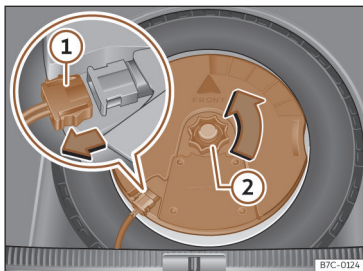

Fig. 206 Dans le coffre à bagages : démonter le subwoofer.
- Déconnectez le câble du haut-parleur subwoofer >>> fig. 206 ①.
- Dévissez la molette de fixation en la tournant dans le sens inverse des aiguilles d'une montre >>> fig. 206 ②.